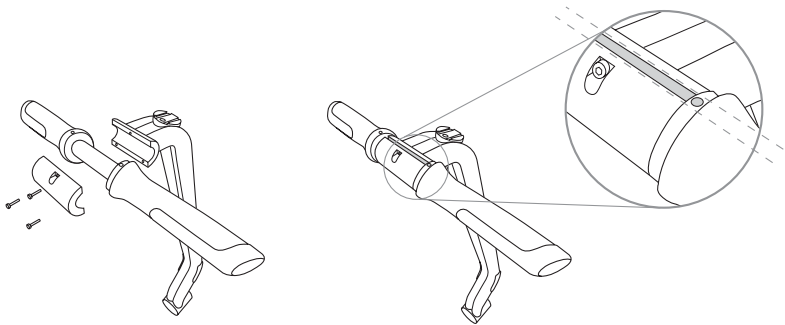

Abbildung 34. Befestigung des Lenkers am LeanSteer-Rahmen
2. Richten Sie den Lenker mithilfe der Führungen am LeanSteer-Rahmen aus (siehe **Abbildung 34**).